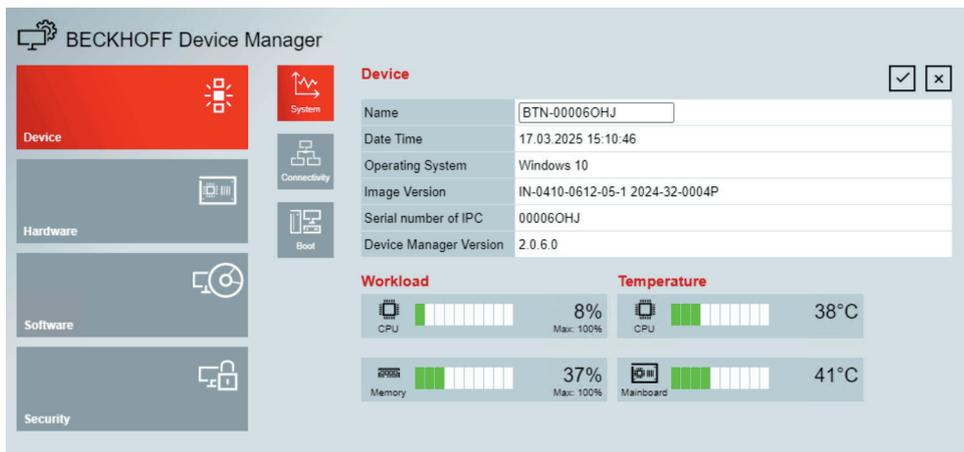

Fig. 17: Beckhoff Device Manager – page d'accueil
2. Soulevez le PC suffisamment pour que les vis de fixation se glissent dans les trous de serrure (voir fig. 17).